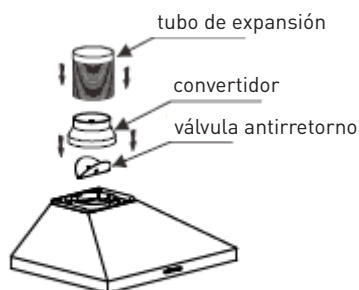

Imagen 3
4. Instale el tubo de conversión y expansión en la campana extractora, consulte la imagen 3. Después monte la campana extractora y fíjela con 2 tornillos de seguridad ST4\*30mm, consulte las imágenes 4 y 6 (tubo de expansión no incluido).